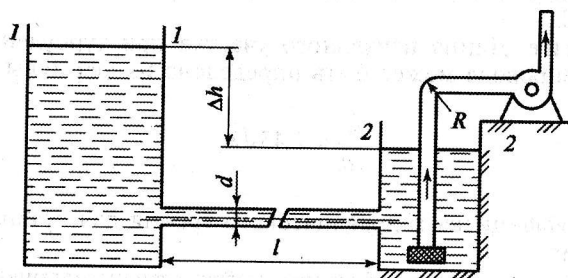

Рис. 6.13
**Задача 6.43.** Насос с подачей  $Q = 0,01$  м3/с забирает воду из колодца, сообщающегося с водоемом чугунной трубой диаметром  $d = 150$  мм длиной  $l = 100$  мм (рис. 6.13). На входе во всасывающую трубу установлена сетка. Температура воды в водоеме 20 °С. Найти перепад уровней воды  $\Delta h$  в водоеме и колодце.